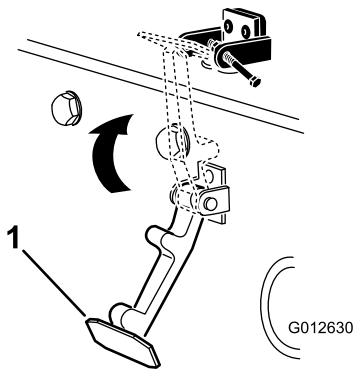

Bild 5
6. Haken Sie den Riegel in die Halterung des Motorhaubenriegels (Bild 5).